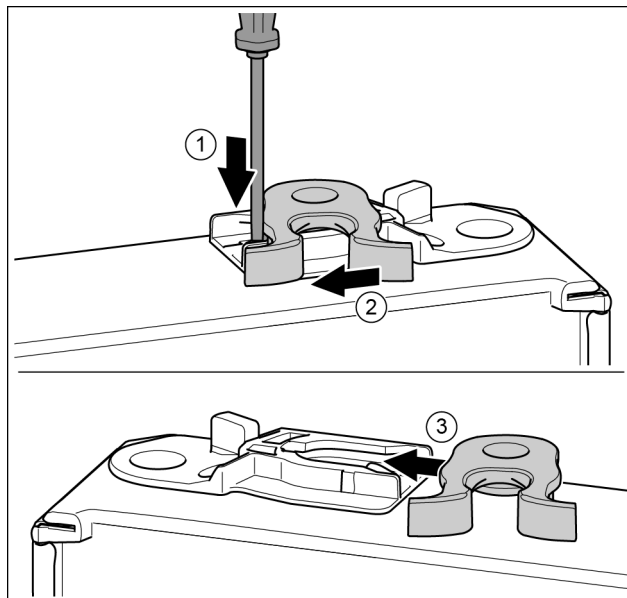

Fig. 18*
- ▶ Lasche mit Schlitzschraubendreher nach unten drücken.* Fig. 18 (1)
- ▶ Schließhaken aus Führung ziehen.* Fig. 18 (2)
- ▶ Schließhaken auf anderer Seite in Führung schieben.* Fig. 18 (3)